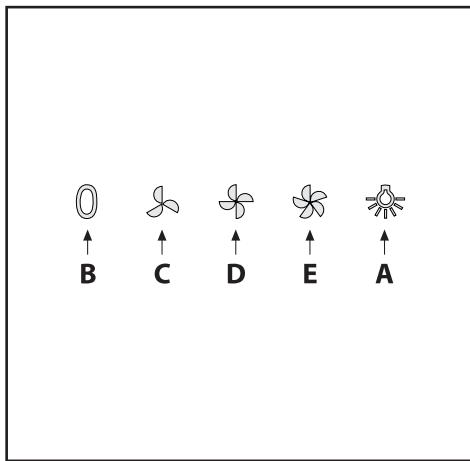

Fig.8
• Comandi meccanici (Fig.8) la simbologia è di seguito riportata: